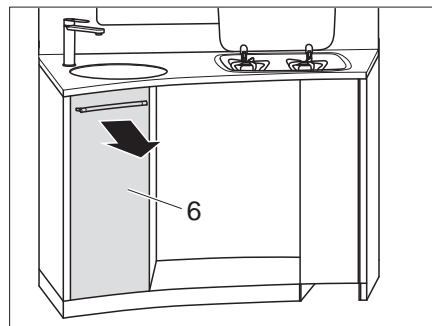

Bild 90 Hohe Küchenschublade herausnehmen
- Hohe Küchenschublade (Bild 90,6) herausnehmen.